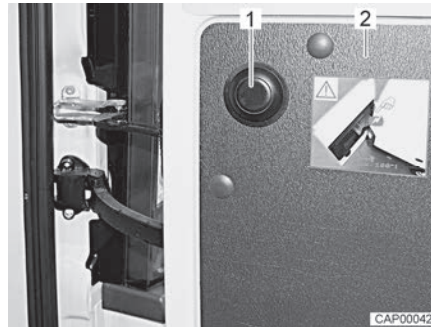

Bild 10 Druckknopf zum Lösen der Begrenzung
- Hecktür (Bild 10,2) bis zum Anschlag öffnen.
- Druckknopf (Bild 10,1) drücken, Hecktür festhalten und vorsichtig weiter öffnen.